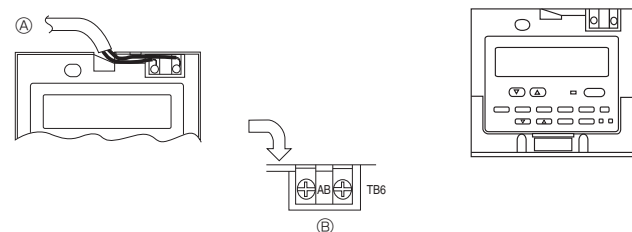

Fig. 7-8
2) Операции соединения (Fig. 7-8)